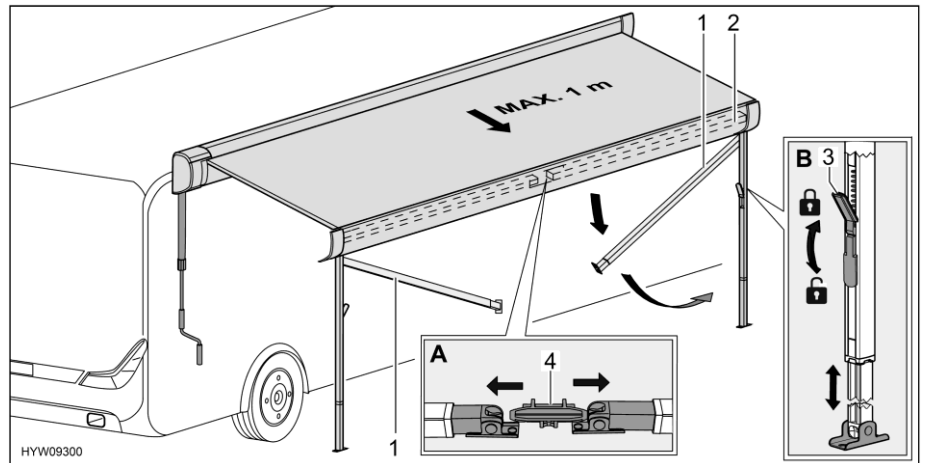

Fig. 30 Preparar los pies de apoyo
- Separar los pies de apoyo (Fig. 30,1) del soporte (Fig. 30,4) en el listón frontal (Fig. 30,2). Para ello, empujar los pies de apoyo ligeramente hacia fuera (Fig. 30,A).
- Soltar los bloqueos (Fig. 30,3) de los pies de apoyo. Para ello, plegar hacia abajo la palanca de bloqueo.
- Extraer la parte inferior de los pies de apoyo a la longitud deseada (Fig. 30,B).
- Cerrar los bloqueos (Fig. 30,3) de los pies de apoyo. Para ello, plegar hacia arriba la palanca de bloqueo.